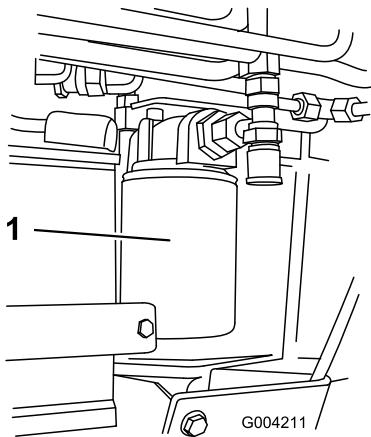

Figura 62
4. Coloque un recipiente debajo del filtro (Figura 62).
5. Retire el filtro usado (Figura 62) y limpie con un paño la superficie de la junta del adaptador del filtro.
7. Instale el filtro hidráulico nuevo en el adaptador del filtro (Figura 62). Apriete el filtro en el sentido de las agujas del reloj hasta que la junta de goma entre en contacto con el adaptador del filtro, luego apriete el filtro $\frac{3}{4}$ de vuelta más.